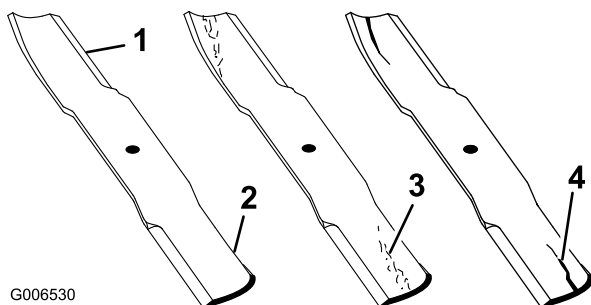

Bild 79
Wenn Sie Schäden, Verschleiß oder Rillenbildung in diesem Bereich feststellen (Bild 79), sollten Sie sofort ein neues Schnittmesser einbauen.
1. Untersuchen Sie die Schnittkanten (Bild 79).
2. Prüfen Sie die Schnittmesser, insbesondere den gebogenen Bereich (Bild 79).